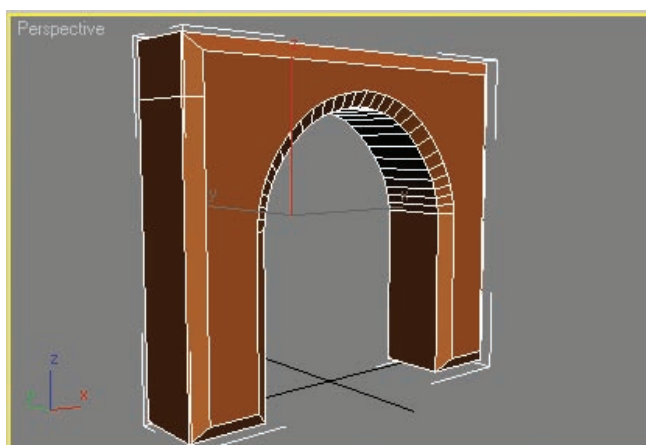

Рис. 3.48. Вид после настройки значений выдавливания и скашивания
4. В поле **Level 1** (Уровень 1) установите значения для параметра **Height** (Высота), а **Outline** (Контур) оставьте 0. Величина первого из этих параметров учитывается в качестве начальной величины выдавливания, а второго — в качестве величины скашивания. В поле **Level 2** установите оба значения, **Outline** отрицательное (рис. 3.48).